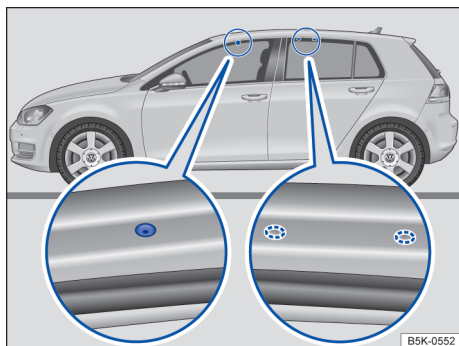

Fig. 174 Pontos de fixação para os suportes básicos (sedã).
Os orifícios para fixar o suporte básico dianteiro se encontram na parte inferior das vigas do teto e estão fechados com parafusos de plástico → Fig. 174 (imagem ampliada esquerda) que deve ser removidos antes de começar com a instalação.
As marcas para fixar o suporte básico traseiro se encontram na parte inferior das vigas do teto → Fig. 174 (imagem ampliada direita).
- Instale os suportes básicos apenas nos orifícios e as marcas que aparecem sinalizados na ilustração → Fig. 174.